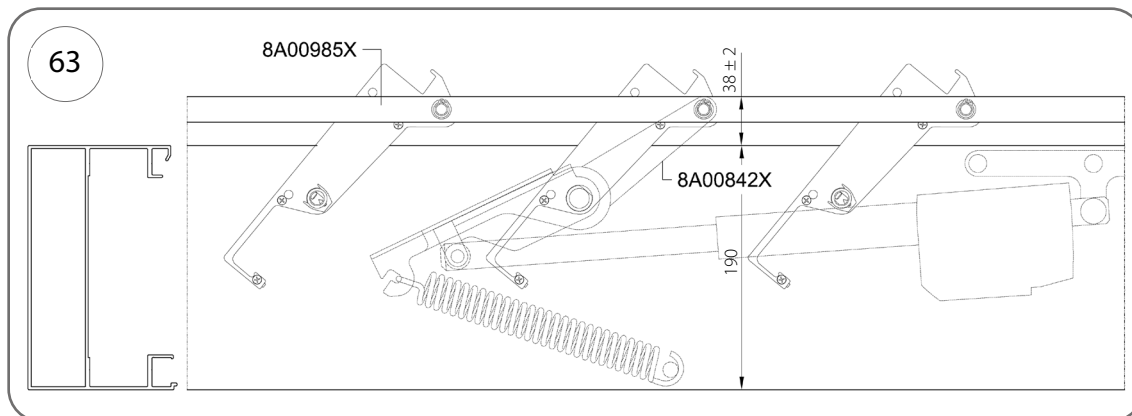

Fig. 63
2. Impostare la posizione finale di apertura come mostrato in Fig. 63.